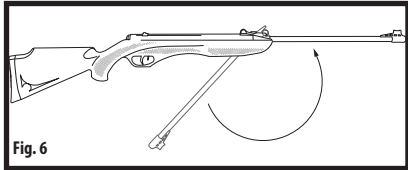

Fig. 6
- Remettez le canon dans sa position originale en poussant le canon vers le haut jusqu'à ce qu'il se verrouille en place (Fig. 6).